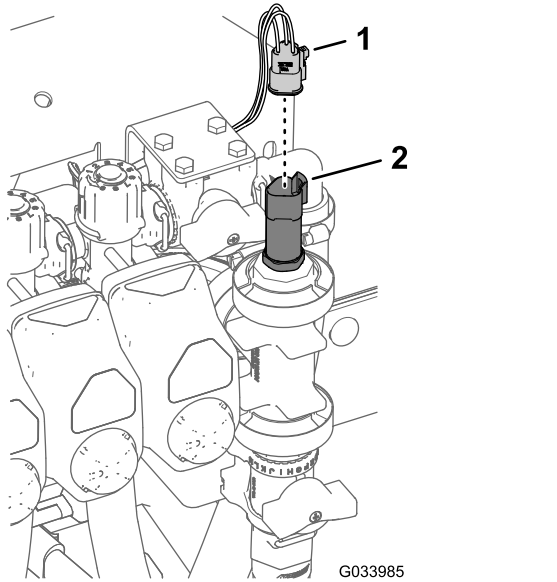

Bild 35
3. Befestigen Sie die Halterung des Regelventils mit vier Bundbolzen (6 mm x 16 mm) und vier Sicherungsbundmutter (6 mm) an der Verteilerbefestigung (**Bild 35**); ziehen Sie die Schrauben mit 10–12 N·m an.
- Schließen Sie den 3-Buchsen-Stecker für den Druckwandler an (Bild 35).